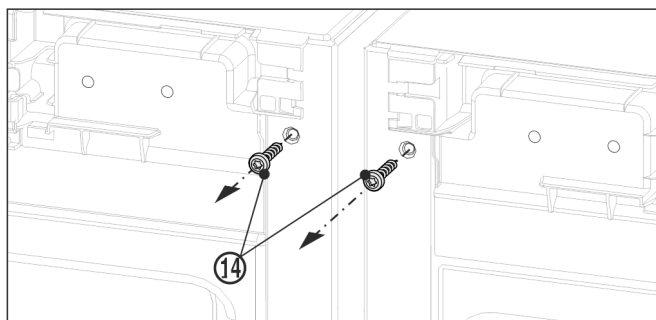

Fig. 12
- ▶ Keerake enne ülemise nurgiku montaaži mõlemad maanduspoldid Fig. 12 (14) välja.